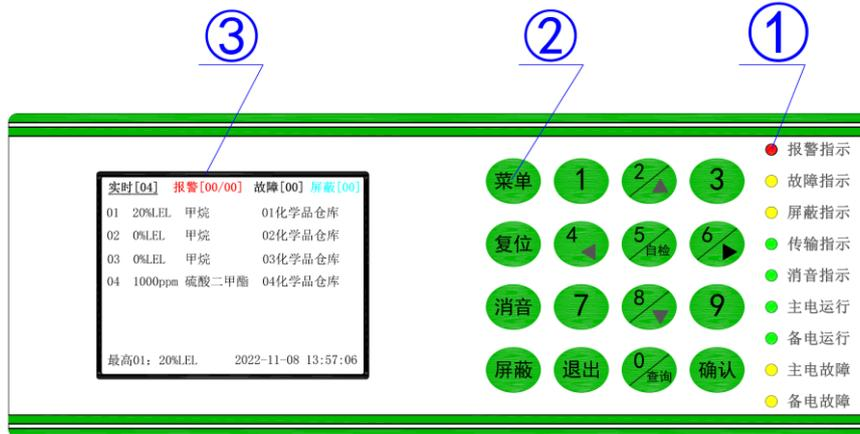

图 3-4
- ① 喇叭 ② 液晶屏 ③ 主板 ④ 端子板 ⑤ 电源 ⑥ 备用电池 ⑦ 接地柱
3.4 面板说明, 如图 3-4